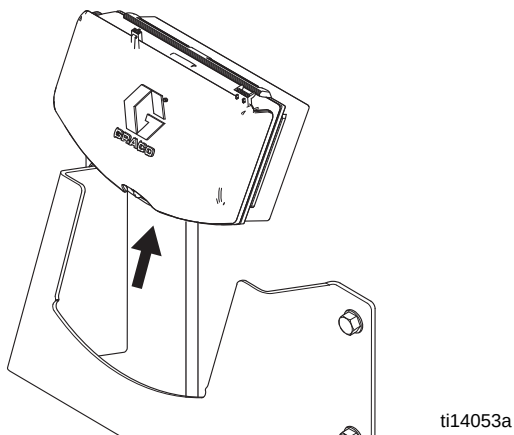

Fig. 3. Extraiga el módulo DataTrak
2. Extraiga el módulo DataTrak del soporte. Vea Fig. 3. Lleve el módulo DataTrak hasta un entorno no peligroso.